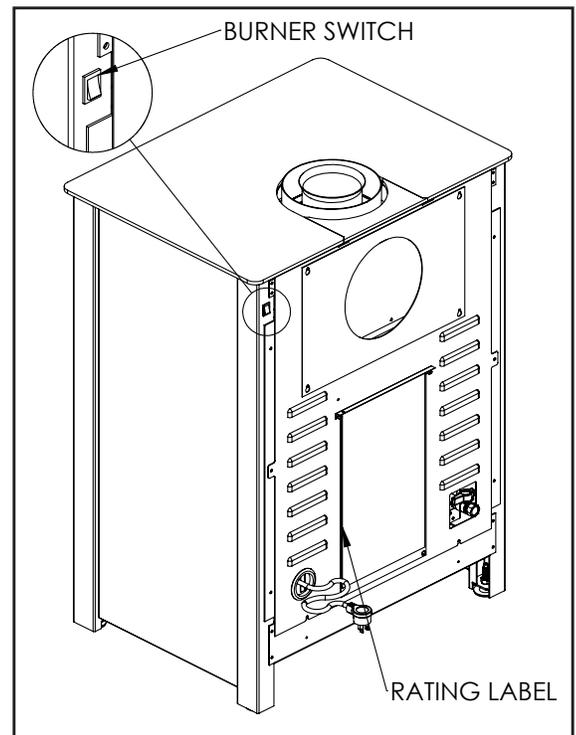

Figure 6. interrupteur du brûleur
Les instructions note d'étiquettes et d'éclairage sont situés à l'arrière du poêle (figure 6) .
- C) appuyer sur l'interrupteur du brûleur, situé à l'arrière en haut à droite de la S20, sur ON (voir Figure 6)